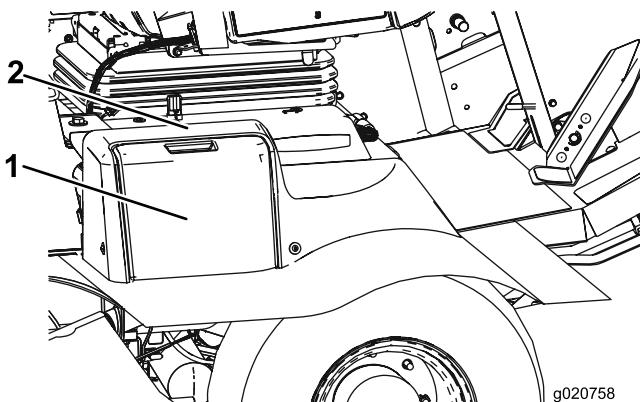

Figura 52
1. Abra a cobertura da bateria (Figura 52). no lado do resguardo.
Nota: Pressione a superfície plana por cima da cobertura da bateria para facilitar a remoção da cobertura (Figura 52).